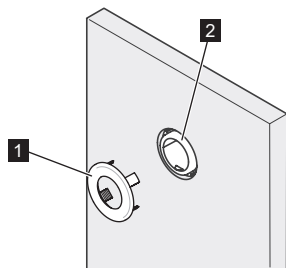

Fig. 11: Abdeckclip einsetzen
- Den Abdeckclip (Fig. 11/1) auf die Steckhülse (Fig. 11/2) setzen.